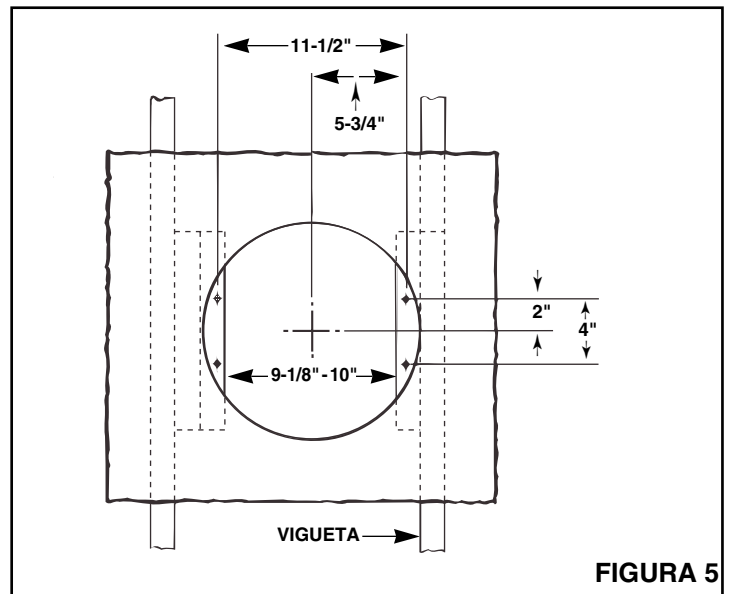

FIGURA 5
1. Pase el cableado de la casa de 120v CA desde un interruptor de pared a la ubicación del ventilador, neutro (blanco), puesto a tierra (cobre desnudo) y tres conductores conmutados con corriente. Vea la Figura 5.
7. Refiérase a la Figura 5. Instale tablillas de 2 x 4 a ambas viguetas del techo. En algunos casos puede ser necesario utilizar más de una sola tablilla en un lado. La distancia entre las tablillas debe ser al menos de 9 $\frac{1}{8}$ " pero no más de 10".